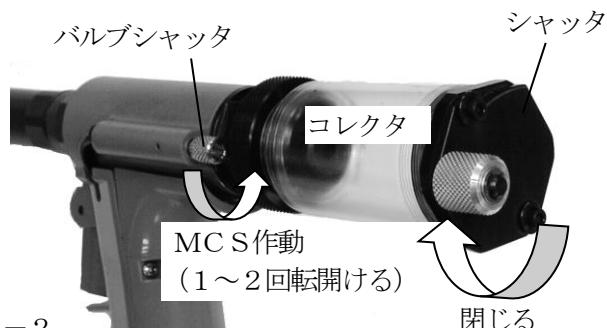

図4-2
(図4-2)
(4) バルブシャッタを左に1～2回転回して開き、MCSを作動させてください。(図4-2)